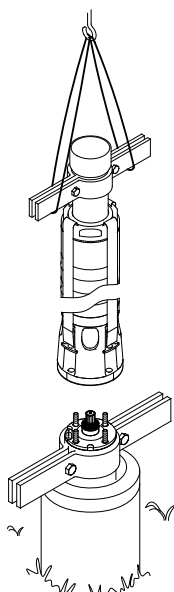

Рис. 21 Подъём и установка насоса
3. Поднимите насосную часть с помощью трубных хомутов, установленных в более широкую трубу. См. рис. 21.